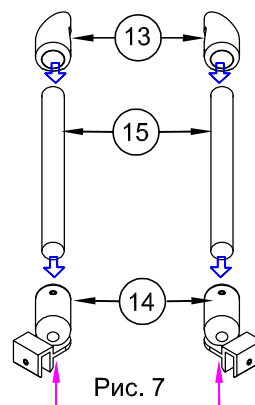

Рис. 7
3.1. На держателях №14 (штанга - стекло) отпустить винт фиксирующий поворот держателя штанги. Повернуть держатель штанги относительно держателя стекла на 45° (рис.7). Соединить штанги №15 с держателями №14. На другой конец штанг установить держатели штанга - стена №13 (рис.7).